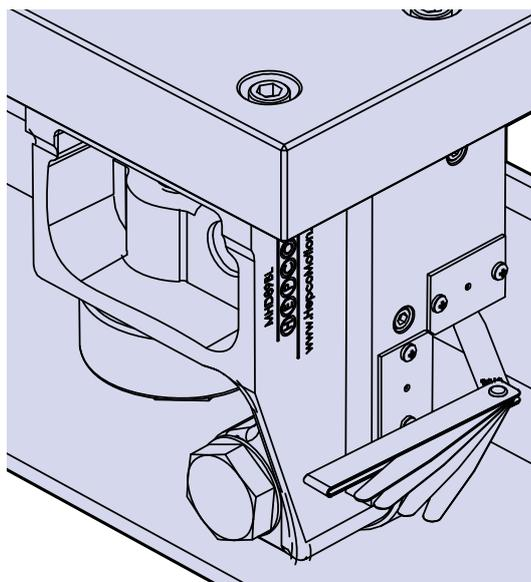

Figure 8
27. Mettez en position les trois racleurs (repère 15) de manière à laisser un jeu de 0,05 à 0,1 mm entre racleur et rail, à l'aide de cales d'épaisseur (voir figure 8). Ensuite, serrez à fond les vis des fixation (repère 16).